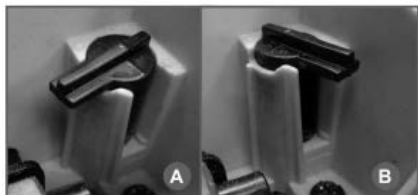

Рис. 10 Положение заглушки «зима-лето»
**Если бензопила оснащена заглушкой «зима-лето» для обогрева воздушного фильтра и карбюратора в холодное время года, при температуре ниже 0°C рекомендуется установить заглушку в положение «зима» (Рис. 10В). При температуре выше 0°C необходимо установить заглушку в положение «лето» (Рис. 10А). Для наглядности на Рис. 10 воздушный фильтр снят.**